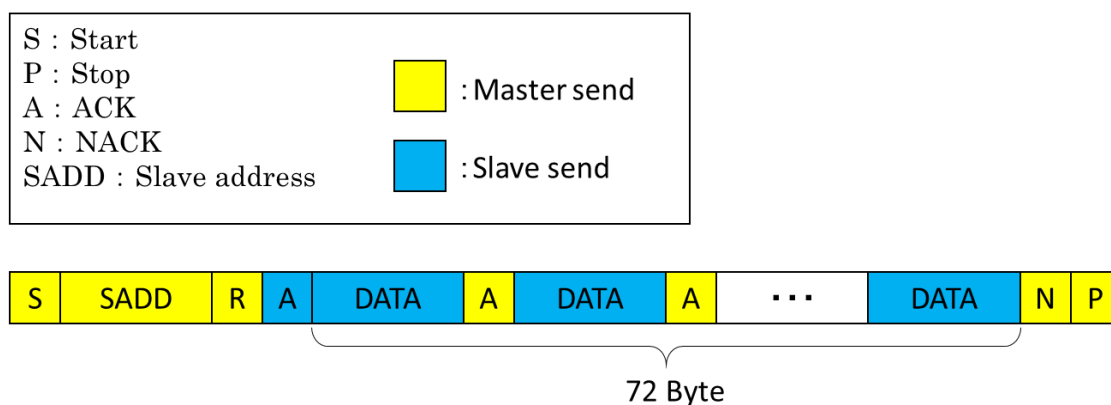

Fig. 8. データの読み込み (Reading data)
- 測定データを読み出す場合、下図のFig. 8に示すように、I2Cリードコマンドで72Byteすべてを連続で読み込んでください。
- When reading the measured data, please read all 72-byte data frames continuously by I2C read command, as shown in Fig.8 below.